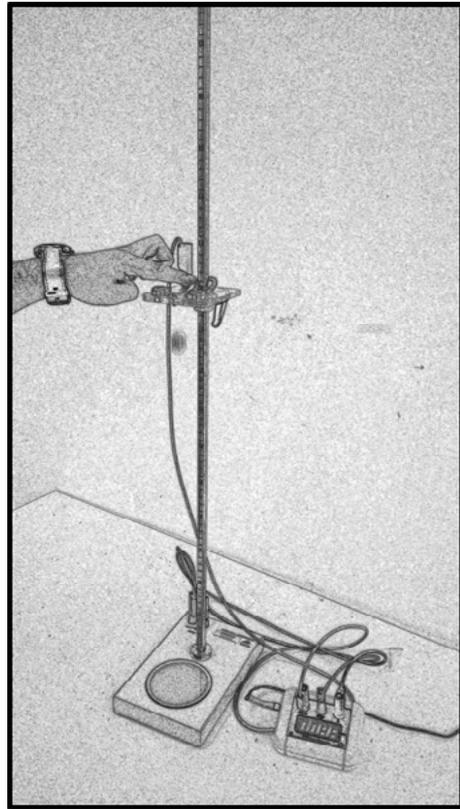

Figura 6.3 Montaje caída libre
1. Haga el montaje como muestra la figura 6.3. Ubique el balón en el lugar designado para tal fin. Defina un valor de altura el cual debe medirse por la parte superior de la base donde se soporta el balón. Libere el balón con el dispositivo manual.